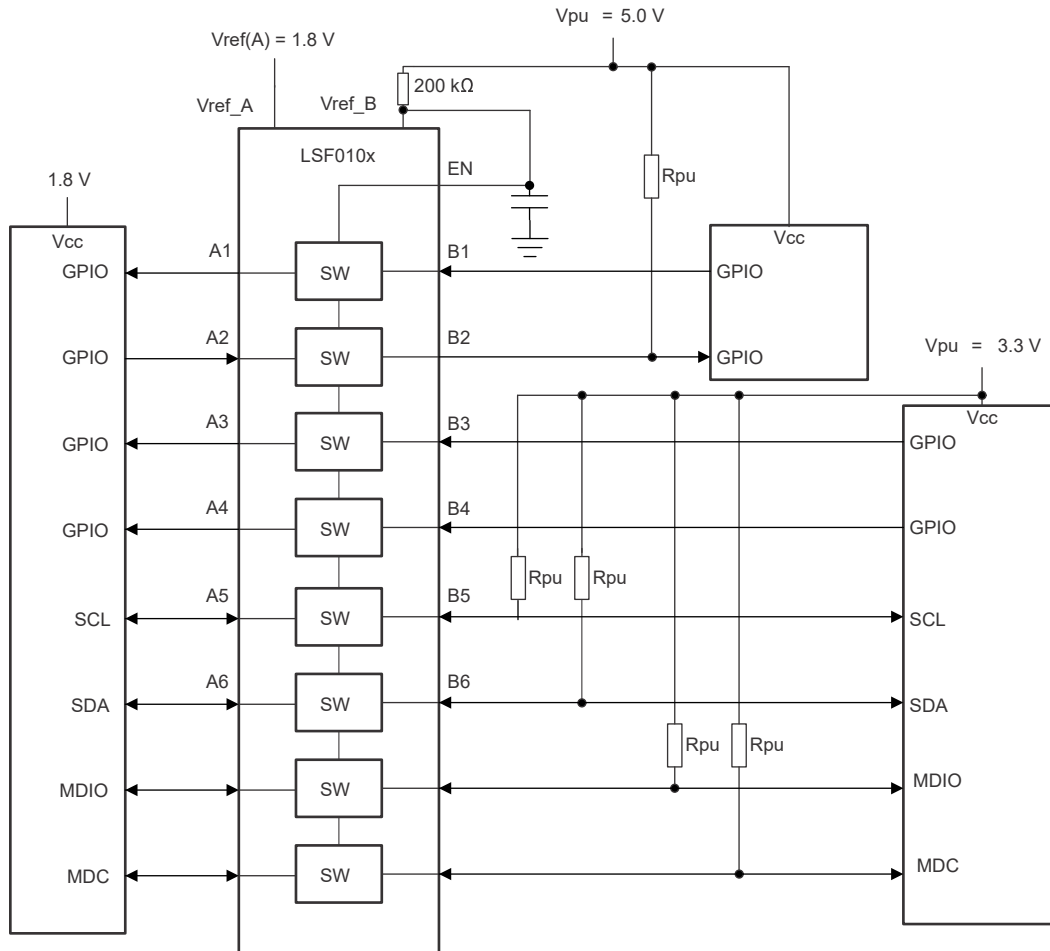

図 9-4. LSF010x-Q1 によるマルチ電圧変換
各チャンネルの電源電圧 ( $V_{PU}$ ) は、プルアップ抵抗により個別に設定可能です。図 9-4 に、この混合モードのマルチ電圧変換の例を示します。マルチ電圧変換の詳細については、『LSF ファミリーを使用したマルチ電圧変換』ビデオを参照してください。
**代表的な動作 ( $V_{ref\_B} > V_{ref\_A} + 0.8V$ ):** このシナリオでは、図 9-4 のチャンネル 1 および 2 に示すように、適切な降圧変換のために A 側にプルアップ抵抗は必要ありません。デバイスの標準動作モードでは、B から A への降圧変換時に、A 側の I/O ポートが  $V_{ref\_A}$  にクランプされ、適切な電圧変換が行われます。デバイスの動作の詳細については、『LSF ファミリを使用した降圧変換』ビデオを参照してください。